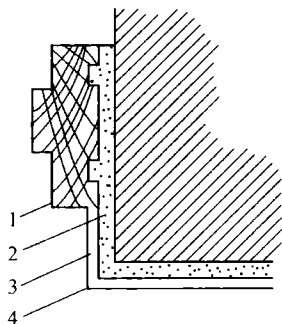

图 1-2 护角
(3)做护角处理。室内墙面、柱面的阳角和门洞口的阳角,如设计对护角规定时,一般可用1:2水泥砂浆抹护角,护角高度不应低于2 m,每侧宽度不小于50 mm,如图1-2所示。